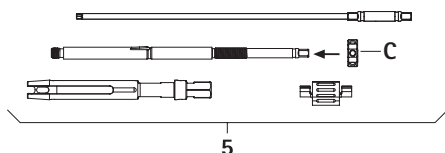

Abb. 11
- Spannmutter **C** auf Innenhülse aufschrauben, siehe Abb. 11.